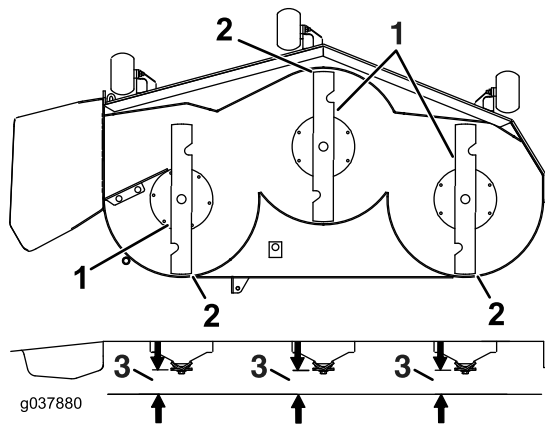

Figura 99
7. Compruebe el nivel longitudinal de la cuchilla (Figura 99). Asegúrese de que la punta de la cuchilla delantera está más abajo que la punta de la cuchilla trasera, como se muestra en *Altura de bloque y soporte*. Si se requieren ajustes, siga con este procedimiento.